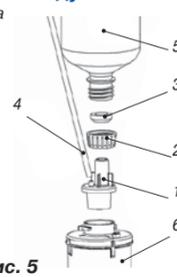

Рис. 5
**Соберите и подсоедините к модулю КН переходник для регенерации** (имеется в комплекте водоочистителя или приобретается отдельно) (рис. 5):
- установите прокладку (3) в гайку (2);
- наденьте гайку (2) с прокладкой (3) на переходник (1) до упора;
- наденьте пластиковую трубку (4) на штуцер переходника (1);
- плотно вставьте переходник (1) в модуль (6);
- прикрутите к гайке (2) стандартную чистую пластиковую бутылку (5) с отрезанным дном (в виде воронки).